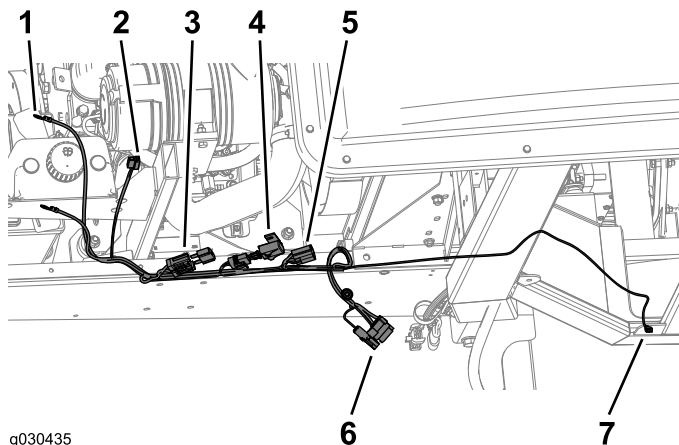

図 52
1. 機体フレームの右側に沿ってワイヤハーネスを配線する 図 52。